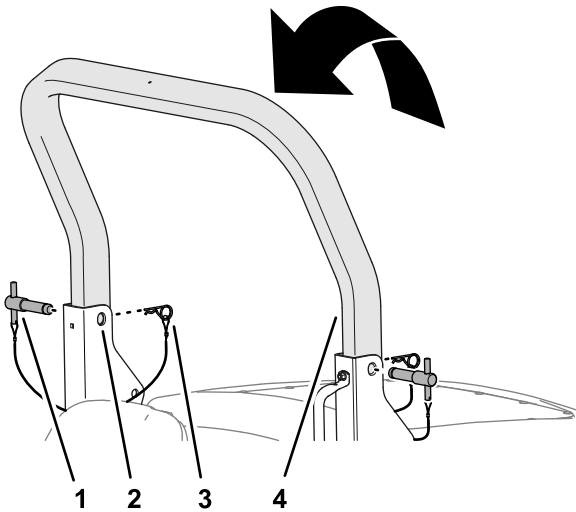

Figura 23
3. Eleve la barra antivuelco superior hasta que los taladros en la barra antivuelco se alineen con los soportes de giro (Figura 23).
4. Inserte los pasadores de la barra antivuelco a través de los taladros superiores de los soportes de giro y la barra antivuelco superior (Figura 23).
5. Fije los pasadores de la barra antivuelco a los soportes de giro con las chavetas (Figura 23).